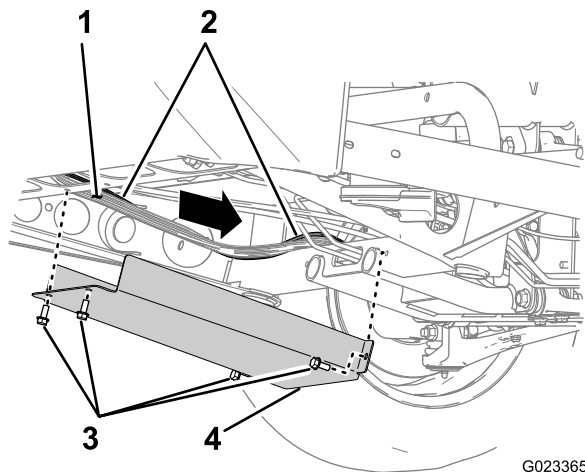

Figure 25
2. Retirez les 4 boulons qui fixent le couvercle inférieur à la machine (Figure 25).
3. Acheminez le faisceau du kit le long du faisceau principal arrière de la machine et vers l'arrière au-dessus du profilé transversal du cadre, comme montré à la Figure 25.
4. Reposez le couvercle inférieur au moyen des 4 boulons retirés à l'opération 2 (Figure 25).